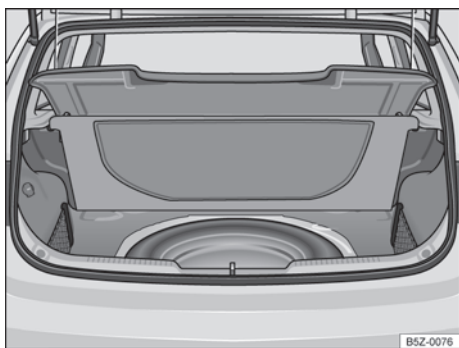

Fig. 145 No compartimento de bagagem embaixo do revestimento do assoalho: roda de emergência e ferramentas de bordo.
As ferramentas de bordo e a roda de emergência estão localizadas no compartimento de bagagem, sob o revestimento do assoalho → Fig. 145.
- Levantar o revestimento do compartimento de bagagem → Fig. 145.